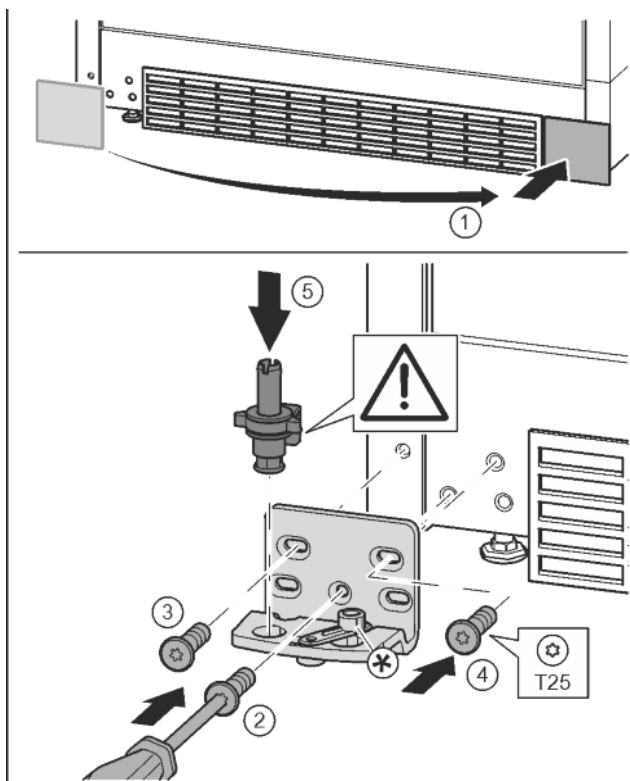

Fig. 18
- Zdjąć osłonę i założyć z drugiej strony. Fig. 18 (1)
- Płytkę zawiasu założyć z drugiej strony i przykręcić przy pomocy śrubokręta T25. Rozpocząć śruby 2 dolnej umieszczonej na środku. Fig. 18 (2)
- Dokręcić śrubę 3 i 4. Fig. 18 (3, 4)
- Założyć całą sworznię płytki zawiasu. Przy tym zwrócić uwagę, by krzywka zatrzaskowa wskazywała do tyłu. Fig. 18 (5)